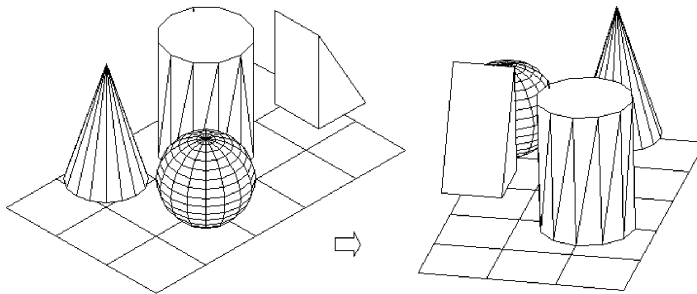

Fig. 8.11 Efectul opțiunii *Camera* a comenzii **Dview**
*C*amera – permite alegerea dinamică a poziției unei camere foto fictive, prin care sunt privite obiectele – vezi Fig. 8.11;